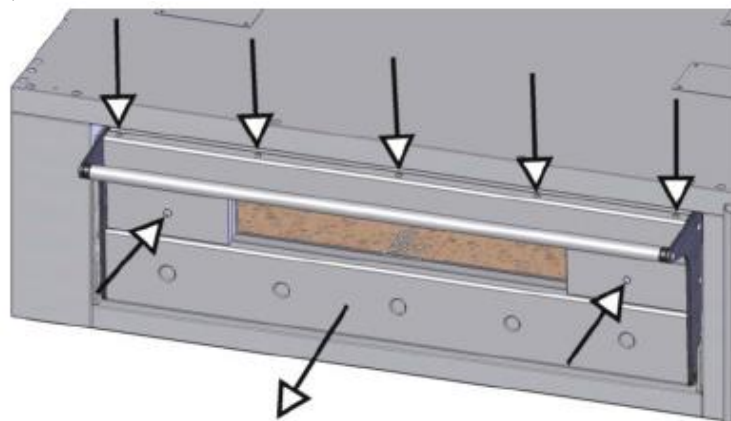

Рис. 8.5
- Открутите установочные винты и снимите с дверцы передний металлический лист (рис. 8.5).